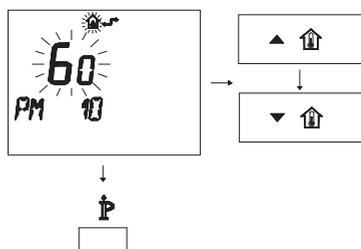

Figura 5.56
- Per modificare il SET programmato agire sui pulsanti  o  e aspettare che il numero programmato cominci a lampeggiare (Figura 5.56).